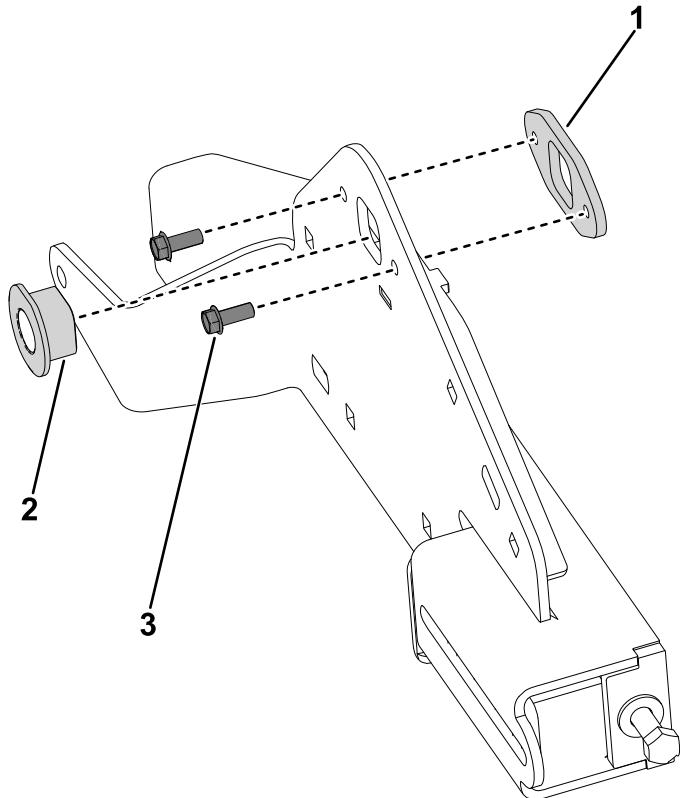

Рисунок 28
2. Вставьте втулку оси в опору гусеницы (Рисунок 28).
3. Установите опору втулки оси на опору гусеницы, закрепите при помощи 2 винтов ($\frac{1}{4}$ x $\frac{5}{8}$ дюйма) (Рисунок 28).